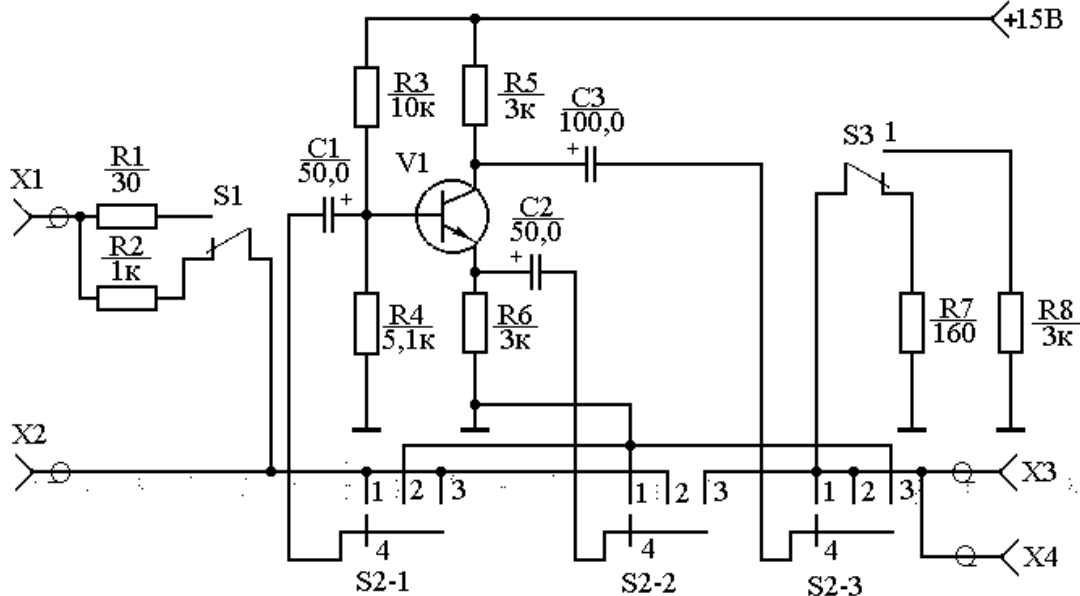

Рисунок 1.1
где R_9 - сопротивление нагрузки цепи эмиттера переменному току (току сигнала). R_9 состоит из параллельно включенных резисторов $R6$ и $R7$ или $R6$ и $R8$ (см. рисунок 1.1).
где $R_{экв}$ - сопротивление нагрузки цепи коллектора переменному току. $R_{экв}$ состоит из параллельно включенных $R5$ и $R7$ или $R5$ и $R8$ (см. рисунок 1.1) для схем с ОЭ и ОБ, резисторов $R6$ и $R7$ или $R6$ и $R8$ для схемы с ОК.
1.6.1 Собрать на макете (рисунок 1.1) резисторный усилитель, включив при помощи переключателей $S2-1$, $S2-2$, $S2-3$ транзистор по схеме с общим эмиттером и подключив нагрузку 3 кОм переключателем $S3$.
1.6.2 Собрать измерительную установку в соответствии со схемой рисунка 1.2, подключив источник сигнала ко входу X2 (рисунок 1.1).